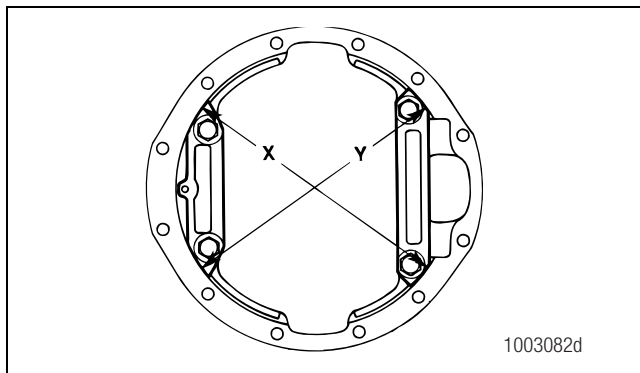
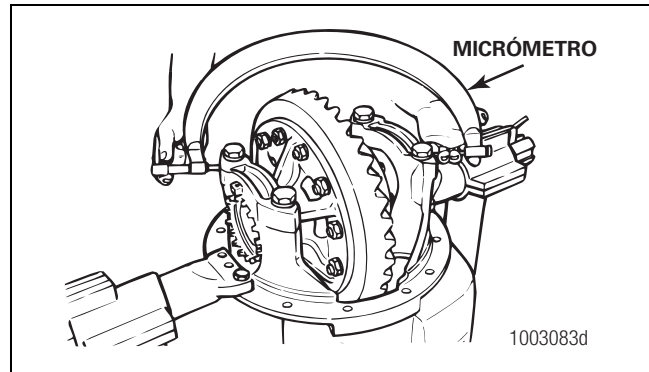

Figura 5.40
Figura 5.41
2. Use un micrómetro grande para medir la distancia X e Y entre las superficies opuestas de los casquetes de los cojinetes. Anote y registre la medida. Figura 5.40 y Figura 5.41.